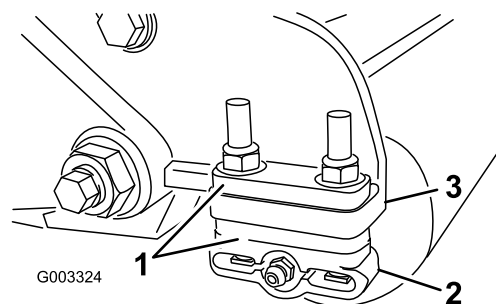

Bild 20
20), um die Halterungen der Heckrolle (Bild 20) auf die gewünschte Schnitthöhe einzustellen, siehe Schnitthöhentabelle.